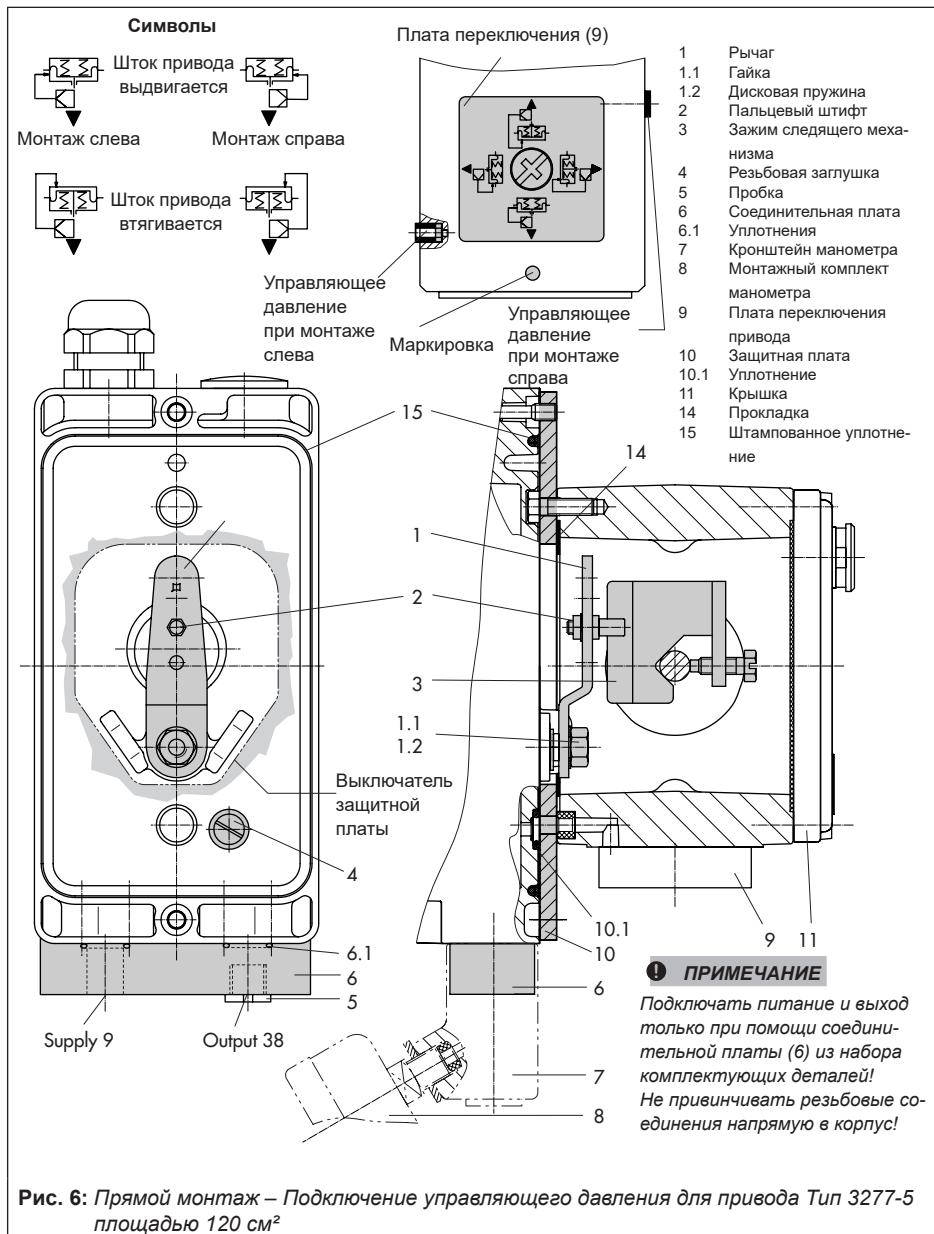

Рис. 6: Прямой монтаж – Подключение управляющего давления для привода Тип 3277-5 площадью 120 см²
Привод 120 см² (см. Рис. 6)
1. Установите соединительную плату (6) или кронштейн манометра (7) с манометрами на позиционере, следите за правильностью положения двух уплотнительных колец (6.1).
2. Выкрутите резьбовую заглушку (4) с обратной стороны позиционера и закройте выход управляющего давления (38) на соединительной плате (6) или кронштейне манометра (7) пробкой (5) из прилагаемого навесного оборудования.
3. Установите зажим следящего механизма (3) на шток привода, выровняйте и зафиксируйте таким образом, чтобы крепежный болт находился в пазе штока привода.
4. Защитную плату (10) узкой стороной выреза (Рис. 6, слева) зафиксируйте в направлении соединения управляющего давления. Прокладка (14) должна указывать в сторону рамы привода.
5. **Ход 15 мм:** на рычаге M (1) с обратной стороны позиционера пальцевый штифт (2) остается в положении 35 (состояние при поставке).